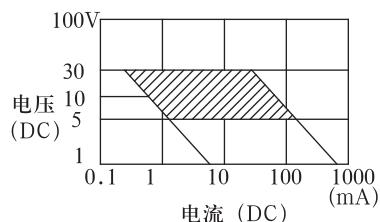

图10
- 参考1：推荐负载范围，图10的负载范围便是所推荐的使用范围，在该范围内使用时，接点使用寿命最长。